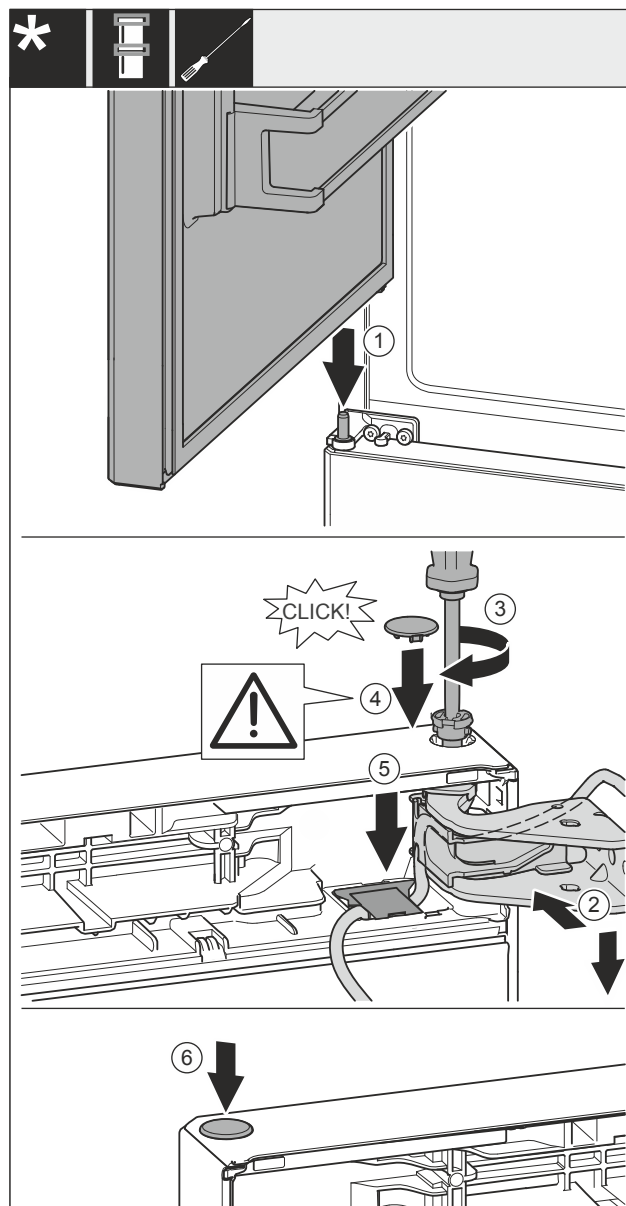

Fig. 60
- ▶ Nasadte vrchné dvere na stredný ložiskový čap Fig. 60 (1).
- ▶ Vyrovnajte dvere hore s otvorom v ložiskovej konzole Fig. 60 (2).
- ▶ Vložte čap Fig. 60 (3) a pevne ho priskrutkujte skrutkovačom.
- ▶ Nasadte kryt Fig. 60 (4).
- ▶ Skontrolujte, či kryt Fig. 60 (4) prilieha k dverám.
- ▶ Nasadte kryt Fig. 60 (5) a zatlačte ho nadol, kým nezapadne.
- ▶ Nasadte kryt Fig. 60 (6).